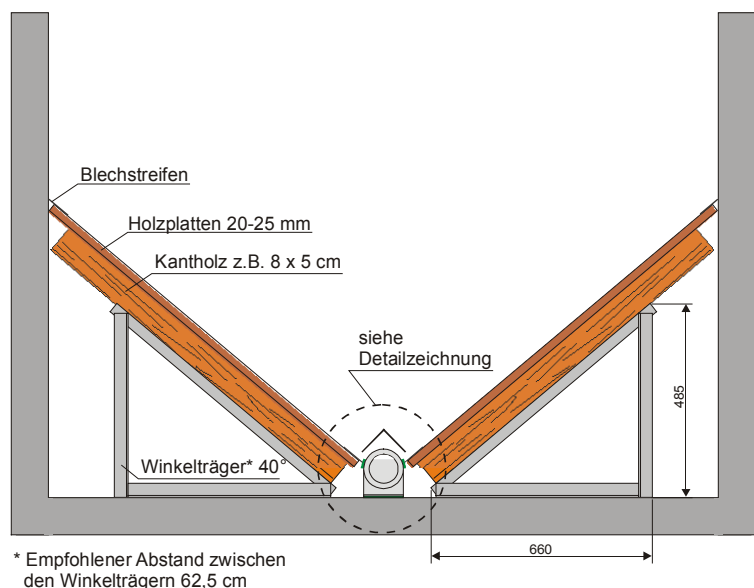

Abb. 7: Quelle DEPV
- Der Schrägböden muß den statischen Anforderungen der Gewichtsbelastung durch die Pellets (Schüttgewicht 650 kg/m³) standhalten. Ein geeigneter Unterbau ist z.B. in Abb. 7 dargestellt.